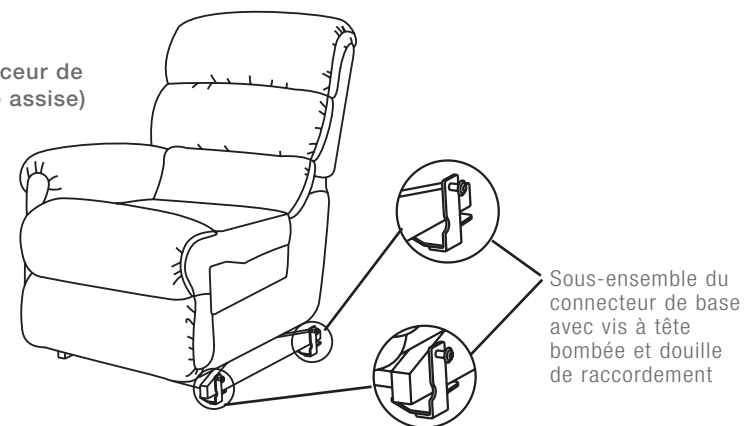

FIGURE 2
- Déposer le dossier sur le bras du fauteuil. Soulever légèrement le dossier et aligner les supports du dossier avec ceux du corps (FIGURE 2)
4. Placer l'inclinable berceau gauche (en vue assise) (FIGURE 2) contre le module muni de vis à tête bombée, c'est-à-dire l'inclinable berceau de droite (en vue assise) ou la console. Poser l'inclinable berceau environ 10 cm (4 po) plus avant que le meuble muni de vis. Repousser l'inclinable berceau vers l'arrière jusqu'à ce que les vis à tête bombée soient engagées dans les fixations avant et arrière de l'inclinable berceau.